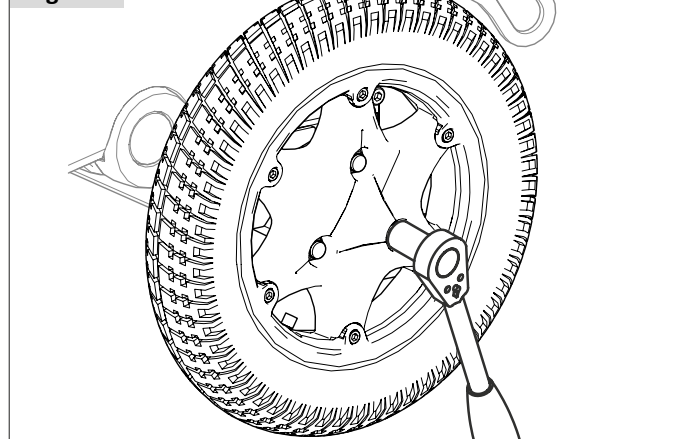

Fig. 8.7
- Dækket og slangen tages af yderfælgen, (Fig. 8.7).